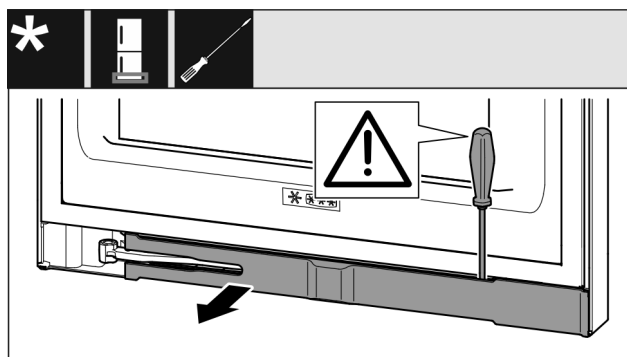

Fig. 13
- ▶ Dégager le cache avec le tournevis et le faire pivoter sur le côté. Fig. 13 ()